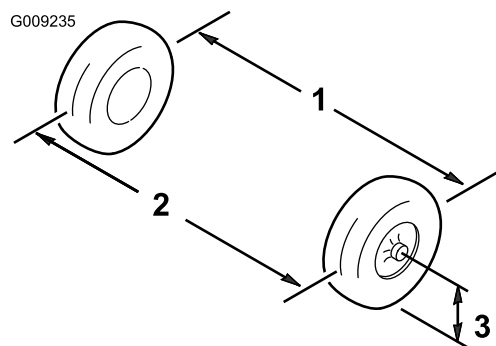

Figure 56
1. Mesurez la distance entre les roues avant à hauteur d'essieu, à l'avant et à l'arrière des roues (Figure 56).